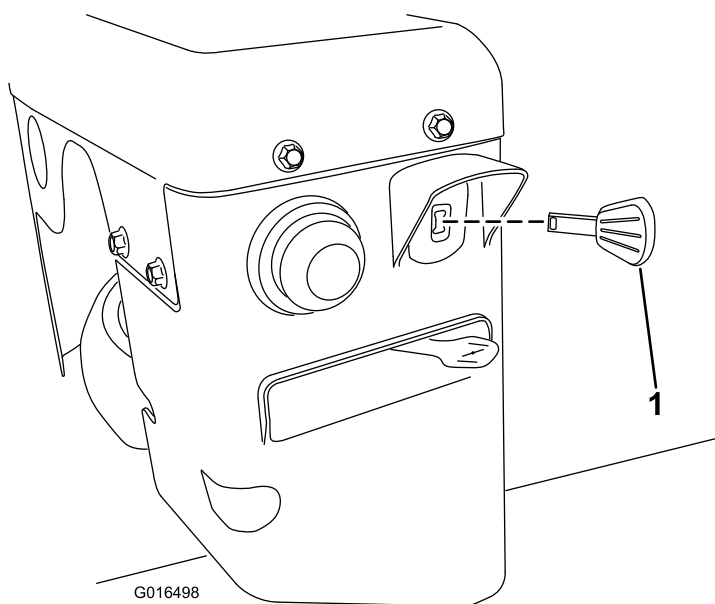

Figure 20
3. Insérez la clé de contact à fond dans le commutateur d'allumage (Figure 20).